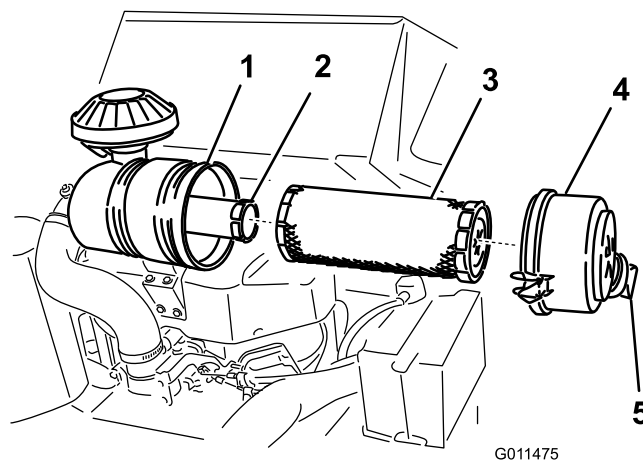

Figura 30
3. Rilasciate i dispositivi di fermo del filtro dell'aria e toglie il coperchio dal corpo del filtro (Figura 30).
1. Estraete con cautela il filtro primario dal corpo del filtro dell'aria (Figura 30).
- Se sostituite il filtro di sicurezza, fate scorrere delicatamente il nuovo filtro nel corpo del filtro (Figura 30).
- Montate con cautela il filtro primario sul filtro di sicurezza (Figura 30).
- Montate il coperchio del filtro dell'aria con il coperchietto antipolvere orientato come illustrato nella Figura 30, quindi fissate i dispositivi di fermo.